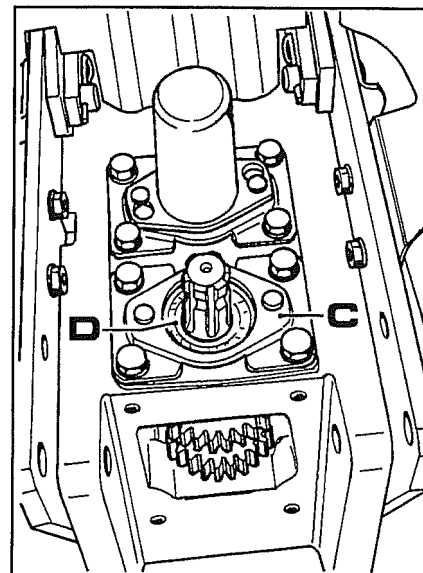

Fig. 2
- Nel rimontare i coperchi laterali **C** fig.2 interporre apposito silicone onde evitare dannose infiltrazioni di polvere.
4. Togliere il coperchio **C** fig. 2, quindi estrarre il paraolio **D** e il sottostante anello elastico seeger.